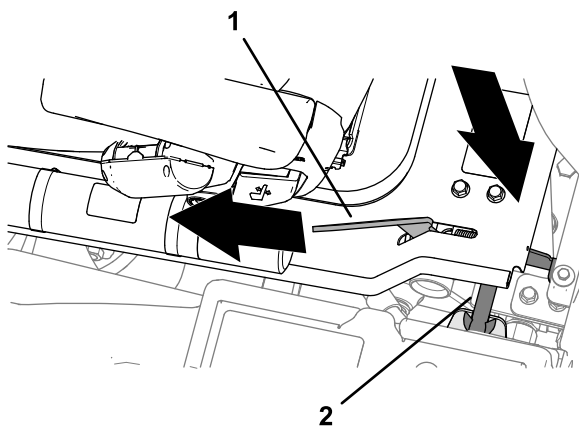

Figura 45
2. Quando la pedana si è abbassata quasi completamente, spostate la maniglia di fermo della pedana (Figura 45) verso la parte anteriore della macchina.